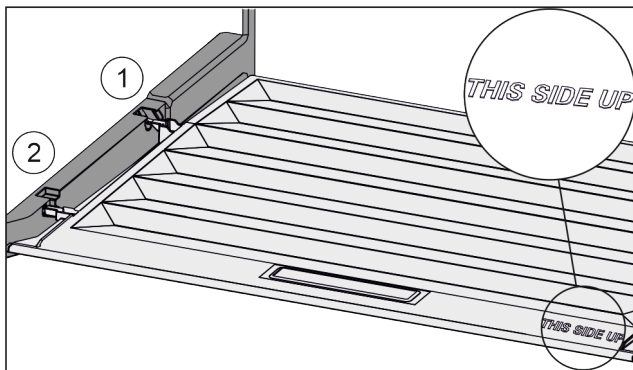

Fig. 55
- ▶ Robova predala vstavite nad odprtino zadnjega držala Fig. 55 (1), spredaj pa ju zataknete v držalo Fig. 55 (2).